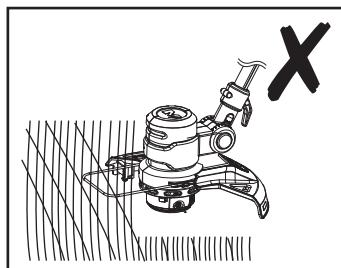
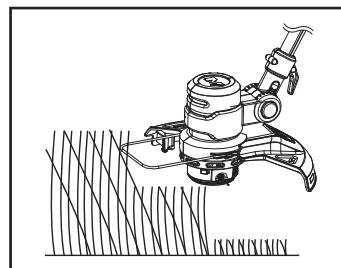

Fig. 16
Fig. 17
7. S'assurer que le dispositif de coupe reste propre et exempt de débris de coupe pouvant le bloquer. Vérifier régulièrement. Relâcher l'interrupteur marche/arrêt (2) et débrancher le produit de l'alimentation électrique avant de procéder à la vérification.
8. Ne pas couper les herbes hautes en une seule fois (Fig. 16). Pour des résultats optimaux, couper les herbes hautes en plusieurs étapes (Fig. 17).